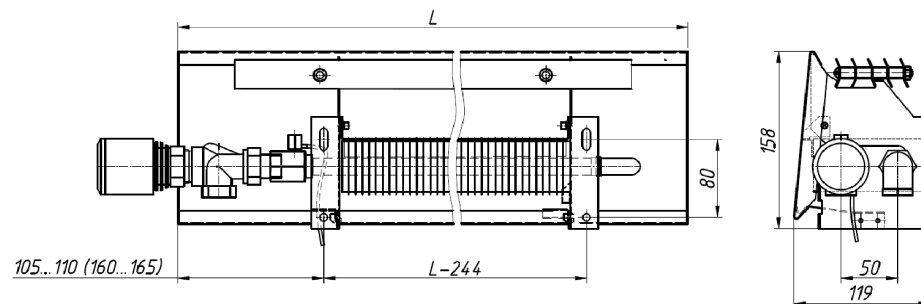

Рис.1 Конвектор настенный с нижним подключением ПКНН – 104...125 А(Р,В) Т2
4.1. Конвектор состоит из следующих основных частей (Рис.1, 2) :
- 4.4. Размеры и технические характеристики изделий представлены на Рис.1, 2 и в таблице 1.